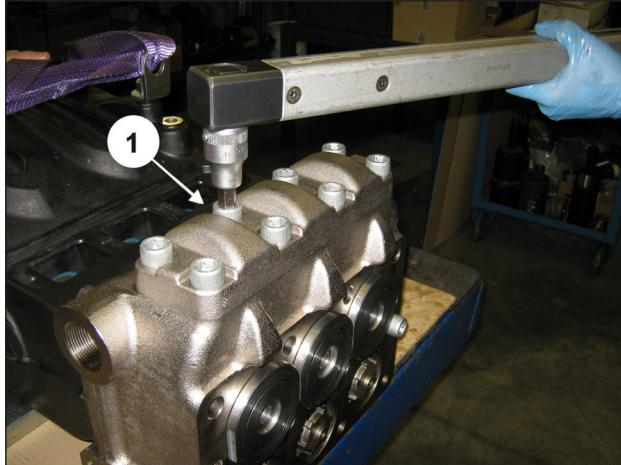

Fig. 100
Svitare le 8 viti M16x45 del coperchio valvole mandata (pos. ①, Fig. 100) e rimuovere il coperchio (pos. ①, Fig. 101).